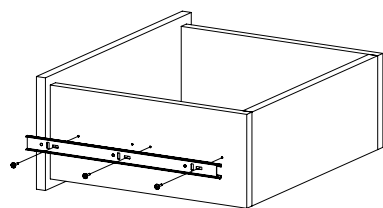

Рис.10
- Закрепите внутренние планки направляющих на деталях 6 и 7 шурупами 3, 5х16 (Рис. 10).